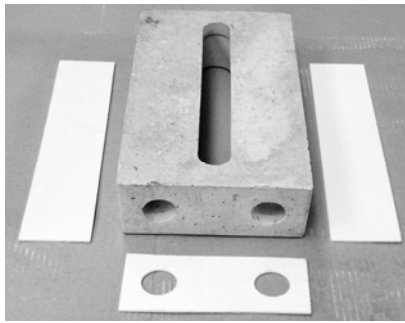

Fig. 4,1
1) L'insert se compose de (Fig. 4,1) :